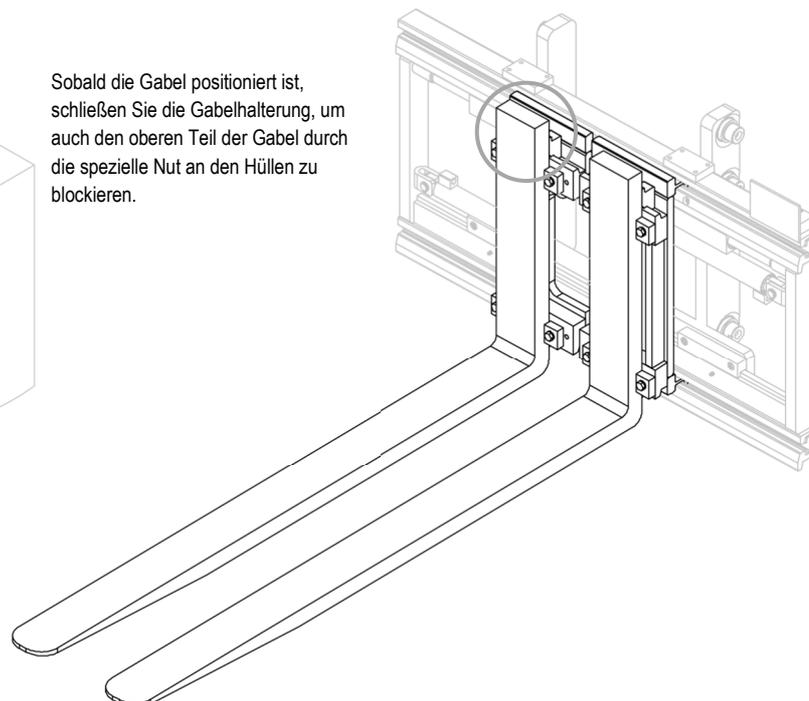

Abbildung 14
3. Setzen Sie nach dem Einbau der Gabeln die Gabelstopper wieder in die am besten geeignete Position (siehe *Abbildung 14*)